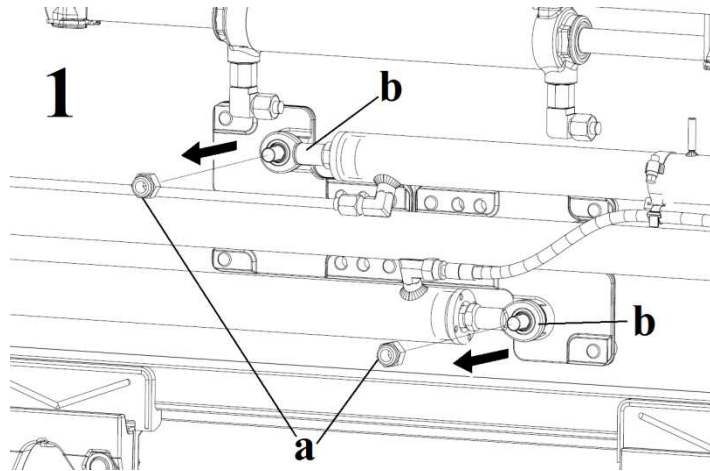

Abb. 039
7.4.2.4. Die Befestigungsmuttern "a" der Kugelgelenke der Zylinderstangen "b", Abb. 039 entfernen (Schlüssel ISO 3318 19 mm bei MZ25 und 35, 24 mm bei MZ49 zum Blockieren des Bolzens der Zinkenhalterungen und zum Lösen der Mutter). Die Kugelgelenke der Zylinderstangen "b" von den Bolzen der Zinkenhalterungen abziehen.